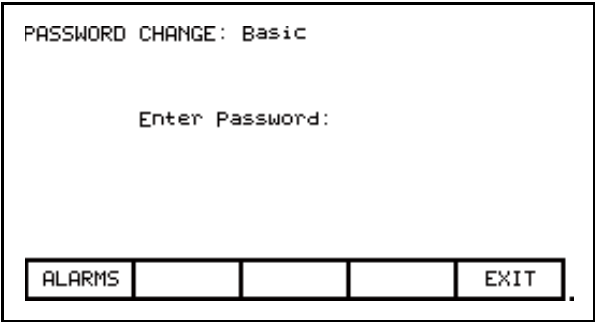

图 3.35 – PIN 更改
“基本” (Basic) 和“高级” (Advanced) 级别的密码默认值是零 (0)，或者只需按 [回车] 键。可以在“访问” (ACCESS) 屏幕中更改此值。首先使用向上/向下光标键选择要修改 PIN 的级别。然后按 [F9] 键。将显示图 3.35 所示的典型“密码更改” (PASSWORD CHANGE) 屏幕，屏幕中显示新的 PIN 将应用到的访问级别。